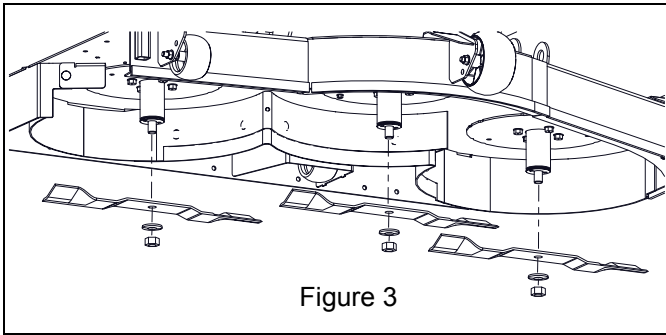

Figure 3
5. Retirer les vis de 5/8" ainsi que les rondelles qui fixent les lames, puis déposer les lames. Conserver les lames pour travailler sans le kit à paillis. Conserver les écrous et les rondelles de montage du kit. Voir Figure 3.